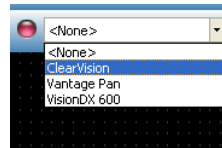

Figure 14 : Sélection du Capteur ClearVision™ dans Progeny Imaging
- Sélectionnez ClearVision comme illustré à la Figure 14.